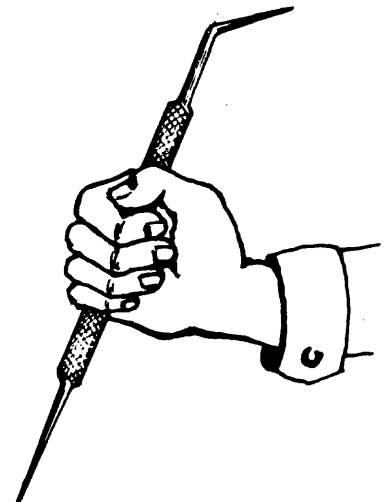

Fig. 2
- a Tome el rayador con la otra mano, empuñándolo fuertemente (fig. 2).